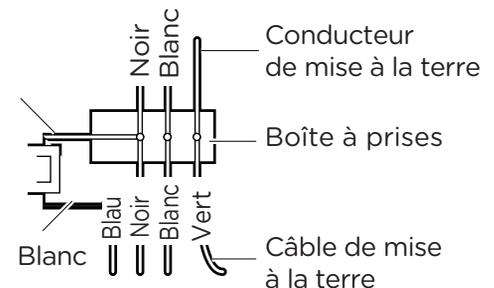

Figure 9
⑨
- Desserrez les deux vis de pression de la tige sur le raccord (figure 9).
- Serrez les deux vis de pression de la tige sur le raccord (figure 9).
Si vous désirez commander la lumière d'un interrupteur mural et le ventilateur avec l'interrupteur à chaînette, ou si vous souhaitez commander les deux avec des interrupteurs muraux, les commutateurs, voir les schémas de câblage des figures 9 et 10.